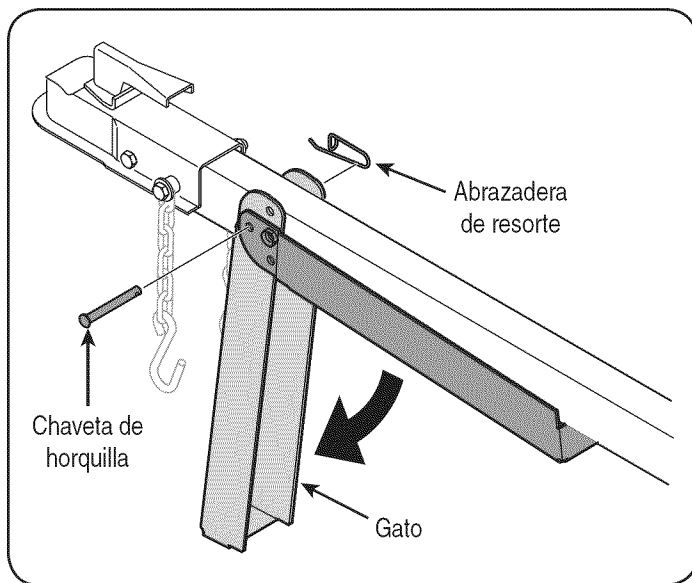

Figura 1
- a. Posición de funcionamiento horizontal: Párese detrás del tanque para operar y manejar el control para estabilizar el registro como se muestra en la Figura 1.
- b. Posición de funcionamiento vertical: Párese en frente de la viga y de registro como se muestra en la Figura 1.
2. Fije el gato en su lugar con la chaveta de horquilla y la abrazadera de resorte. Vea la Figura 1.